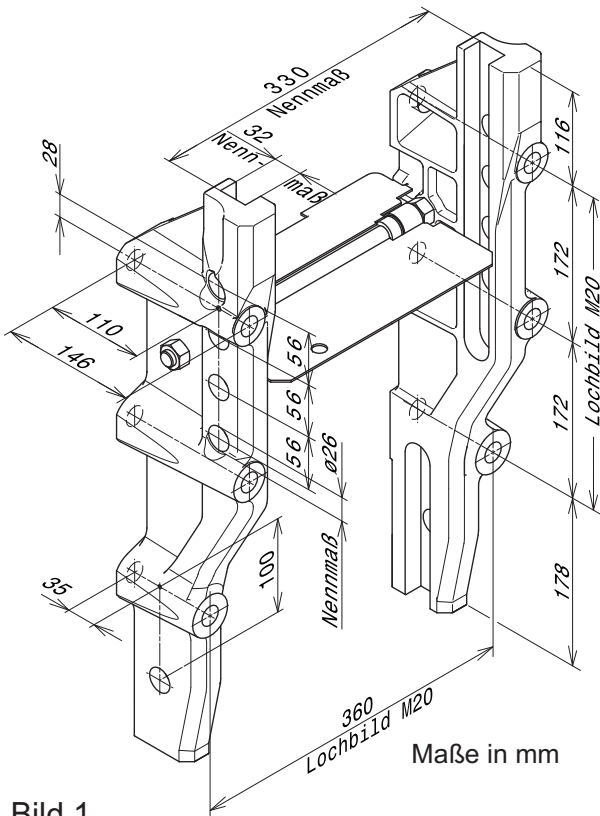
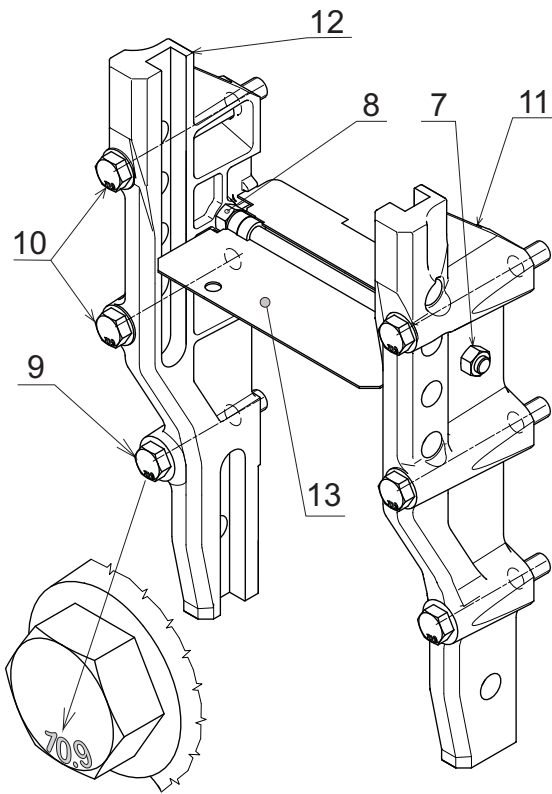

Bild 1
Bild 3
Zugmaschinen mit einem Verschraubungslochbild wie in Bild 1 dargestellt. (John Deere Traktoren ab Serie 6000)
Sinustec Anhängesystemen, die den Abmessungen - siehe "Nennmaß" - wie in Bild 1 dargestellt entsprechen.
Freigabe von Anhängesystemen anderer Hersteller, die den Abmessungen - siehe "Nennmaß" - wie in Bild 1 dargestellt entsprechen, auf Anfrage.
– bei der Obenanhängung das Nennmaß 330 [Bild 1] mit den Muttern (8) einstellen und anschließend auf beiden Seiten die Muttern (7) festziehen. [Bild 3]
– bei der Untenanhängung das Nennmaß 330 [Bild 1] einstellen, dann die Schrauben (9) und (10) festziehen. [Bilder 3 und 4]